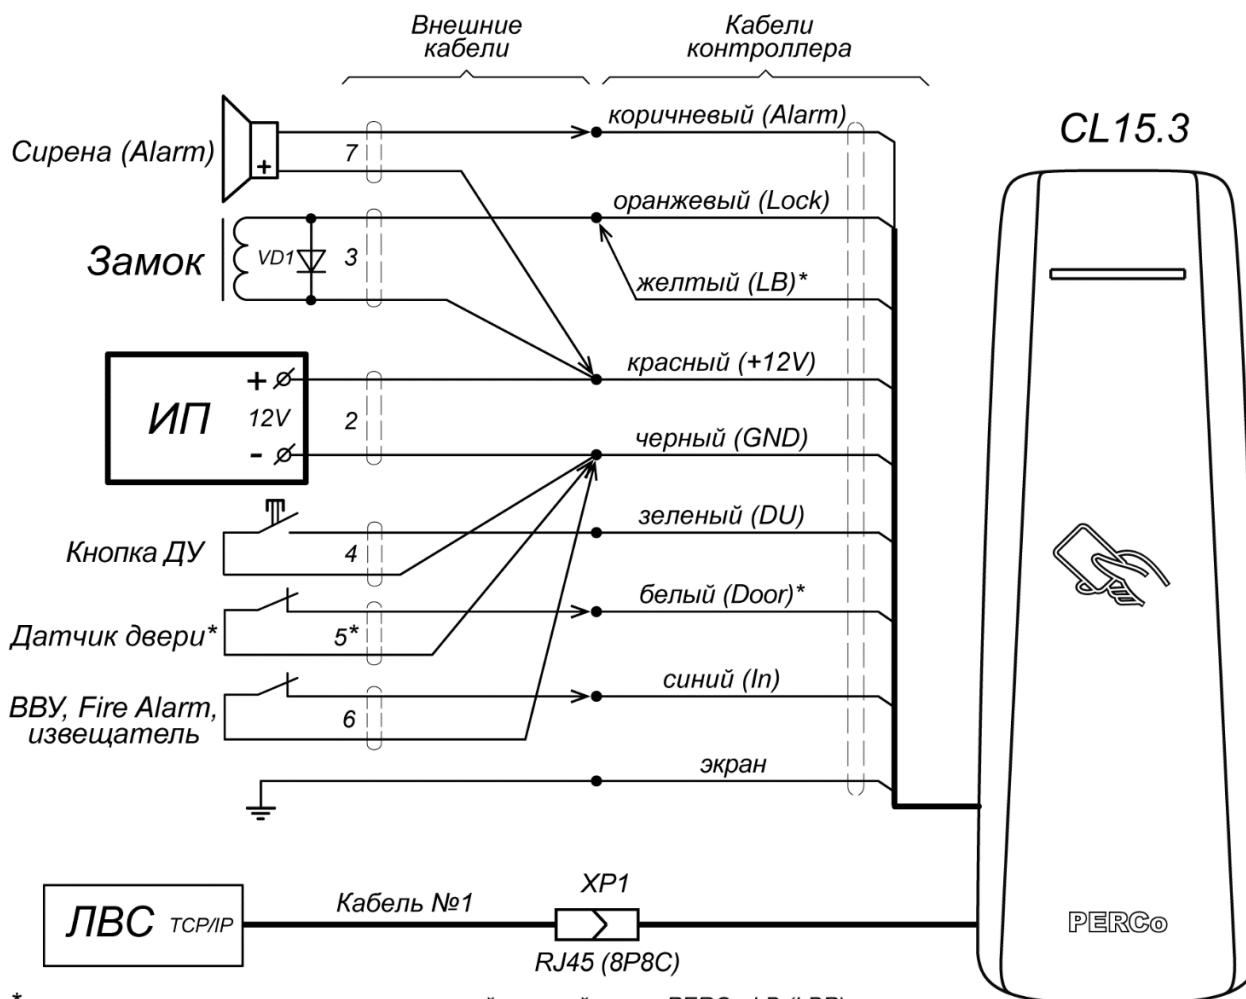

Рисунок 3. Схема подключений контроллера для управления односторонним замком
Подключение к контроллеру осуществляется согласно схемам, представленным на рис. 3 - 10. Используемые типы кабелей указаны в табл. 3.
- Произведите разделку двери и монтаж замка (защелки) в соответствии с их эксплуатационной документацией. Подключите кабель №3 (см. рис. 3, табл. 2) к замку (защелке).
- Установите кнопку ДУ («Выход»). Место для монтажа кнопки ДУ должно выбираться, исходя из соображения удобства ее (например, рядом с дверью). Подключите кабелем №6 (см. рис.3, табл. 2) к кнопке ДУ.
- При необходимости произведите монтаж магнитного датчика двери (геркона). При установке магнитный датчик должен быть закреплен на дверной коробке, а магнит – на двери таким образом, чтобы при закрытой двери обеспечивалось устойчивое замыкание контакта датчика. Подключение производится кабелем №7 (см. рис.3, табл. 2). В случае использования замка с контактной группой серии **PERCo-LB (LBP)** установка геркона не требуется, в этом случае в роли датчика двери выступает контактная группа замка. Вход *Door* контроллера в этом случае должен оставаться не подключенным.
не используется), а также сирены и устройства к входу *In* - при необходимости они могут подключаться по отдельности к любому из контроллеров по схеме на рис. 3. Синхронизация работы двух контроллеров производится по *Ethernet*.
- Подключите кабели от устройств к штатному кабелю контроллера согласно схемам, на рис. 3 - 9.
- Смонтируйте при необходимости дополнительное оборудование (например, датчик FireAlarm, ВВУ, сирену и т.д.). Подключите кабели №6 и №7 (см. рис. 3 и 10, табл. 2) к дополнительному оборудованию.
- Установите ИП на место его постоянной эксплуатации. Подключите кабель №2 (см. рис. 3, табл. 2) к ИП и контроллеру.